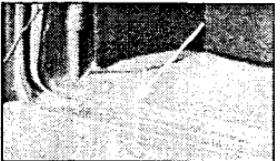

Fig. 1
2. Abaissez la porte à rabattement arrière de véhicules pour exposer le plat arrière d'équilibre de seuil. Enlevez le plat de seuil en enlevant les vis l'attachant au plancher de véhicule (fig. 1).